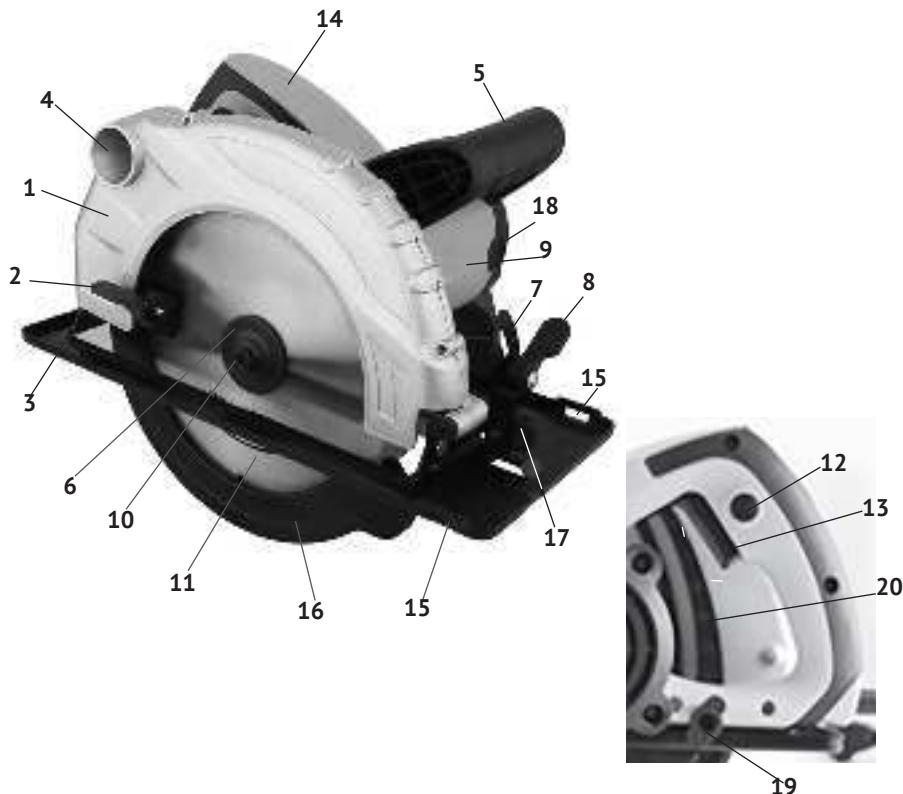
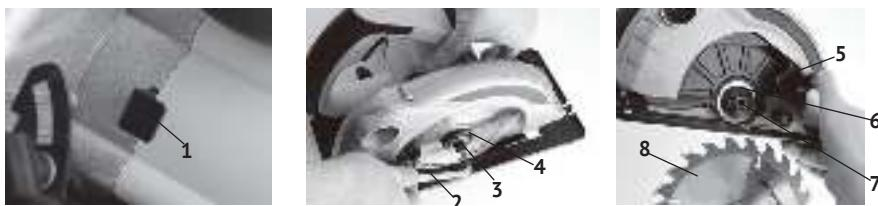

рис. 1
рис.2
1.6 Общий вид пилы представлен на рис.1
1.7 Пила состоит из коллекторного двигателя в пластиковом корпусе (рис.1 поз.9) с установленными на нём рукоятками (рис.1 поз.5 и 14) и металлического редуктора, скреплённого с двумя частями неподвижного кожуха (рис.1 поз.1). Крутящий момент с якоря электродвигателя, через шестерню, передаётся на шпиндель, соосный с электродвигателем. На шпиндель пилы, между опорным и зажимным (рис.1 поз.6) фланцами крепится пильный диск (рис.1 поз.11). Это основной рабочий инструмент пилы.
1.8 Клавиша выключателя (рис.1 поз.13) расположена в нижней части рукоятки (рис.1 поз.14). Во избежание самопроизвольного включения инструмента, выключатель снабжён блокировкой клавиши (кнопка блокировки, рис.1 поз.12, расположена на левой части рукоятки). Включение пилы осуществляется нажатием на клавишу выключателя (рис.1 поз.13) указательным пальцем после нажатия и удержания кнопки блокировки большим пальцем. Пила отключается при отпускании клавиши выключателя, при этом кнопка блокировки (со щелчком) возвращается в исходное положение - заблокировано.
2.2.1 Закрепить на шпиндель пильный диск, соответствующий обрабатываемому материалу. Для установки (замены) диска необходимо (см. рис.2):
- зафиксировать шпиндель (рис.2 поз.7), нажав на рычаг стопора (рис.2 поз.1);
- открутить ключом (рис.2 поз.2) винт крепления диска (рис.2 поз.3), снять зажимной фланец (рис.2 поз.4);
- переместить вверх за рычаг (рис.2 поз.5) нижний подвижный кожух (рис.1 поз.16), снять пильный диск (при замене);
- очистить опорный (рис.2 поз.6) и зажимной фланцы;
- установить на шпиндель (рис.2 поз.7) пильный диск (рис.2 поз.8);
- ослабить винт (рис.1 поз.19) фиксации глубины пропила;
- установить опорную плоскость направляющей плиты (рис.1 поз.3) на распиляемую заготовку;
- ослабить рычаг (рис.1 поз.8) фиксации угла наклона режущего блока;
- подняв за рукоятку двигатель с диском, выставить по шкале кронштейна (рис.1 поз.7) необходимый угол пиления;
**Внимание!** При пилении под наклоном, значение глубины пропила, установленное по шкале (рис.1 поз.20), не совпадает с истинным значением. Глубина пропила в данном случае равна перпендикуляру от вершины пильного зуба к плоскости направляющей плиты.
- ослабить винт (рис.1 поз.17) фиксации параллельного упора;
- вставить в отверстия (рис.1 поз.15) и пазы направляющей плиты (справа или слева от пильного диска) линейку упора;
- зафиксировать винтом (рис.1 поз.17) установленный упор.
**Внимание!** Не фиксируйте нижний подвижный кожух (рис.1 поз.16) в открытом положении. Это может привести к заклиниванию диска, а также к травмам и повреждениям. Кожух будет автоматически сдвигаться при подаче заготовки.
- открутить крышки щёткодержателей (рис.1 поз.18);